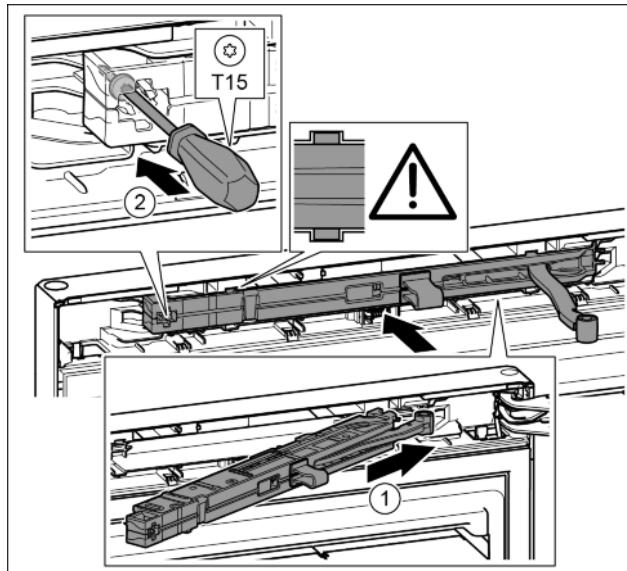

Fig. 24
- Jednotku tlumiče zavírání na straně stojanu ložiska zasuňte až na doraz šikmo do výklenku. Fig. 24 (1)
- Šroubovákem T15 pevně utáhněte šroub. Fig. 24 (2)